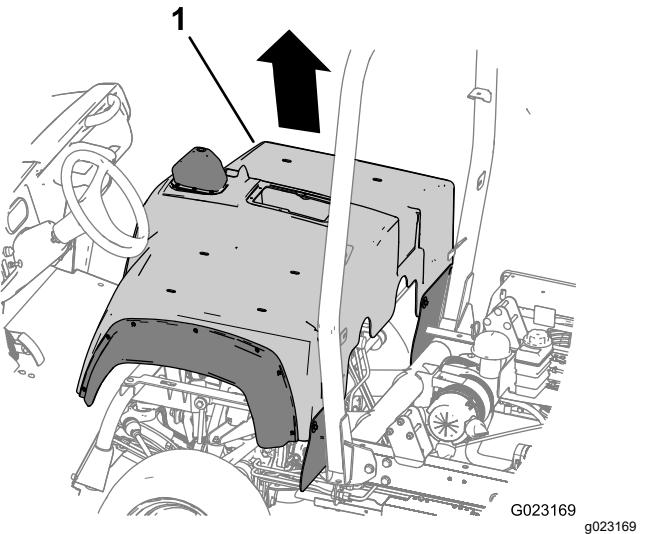

図 12
3. 運転台シュラウドを持ち上げて機体から取り外す図 12。